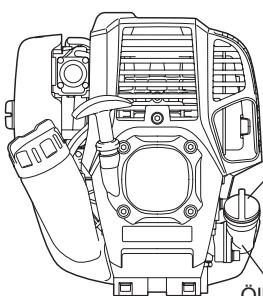
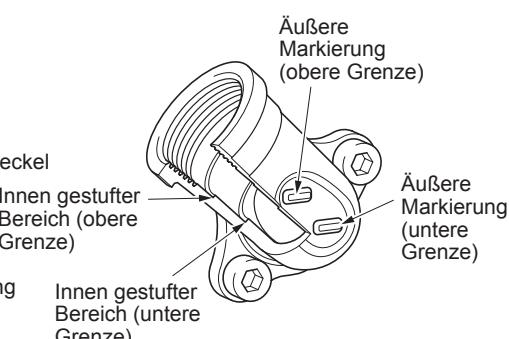

Abb. 1
Abb. 2: Ölleitung
- Stellen Sie das Antriebsniveau ein, entfernen Sie den Öldeckel (Abb. 1) und prüfen Sie, ob Sie Öl im Bereich zwischen den oberen und unteren Grenzmarkierungen der Ölleitung sehen (Abb. 2).